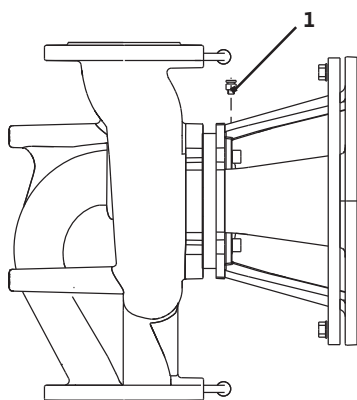

Fig. 43: válvula de ventilación
- Purgue las bombas soltando las válvulas de ventilación (fig. 43, pos. 1). La marcha en seco daña el cierre mecánico de la bomba. No purgue la sonda de presión diferencial (riesgo de daños).